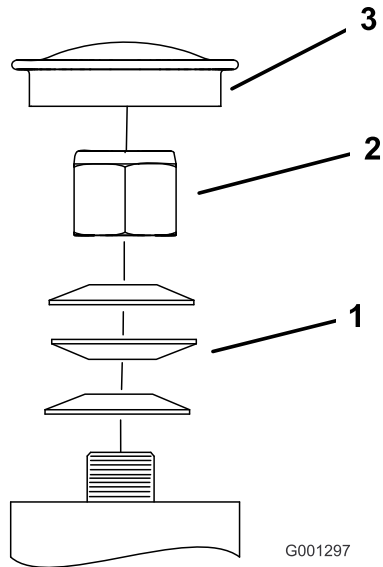

Bild 59
3. Entfernen Sie den Staubdeckel vom Laufrad und ziehen Sie die Sicherungsmutter an (Bild 59).
- Ziehen Sie die Mutter so weit an, bis die Federscheiben flach sind. Drehen Sie dann 1/4 Drehung zurück, damit Sie die Vorlast korrekt auf die Lager verteilen können (Bild 59).
Wichtig: Achten Sie darauf, dass die Federscheiben korrekt wie in Bild 59 dargestellt eingesetzt sind.
- Setzen Sie den Staubdeckel auf (Bild 59).